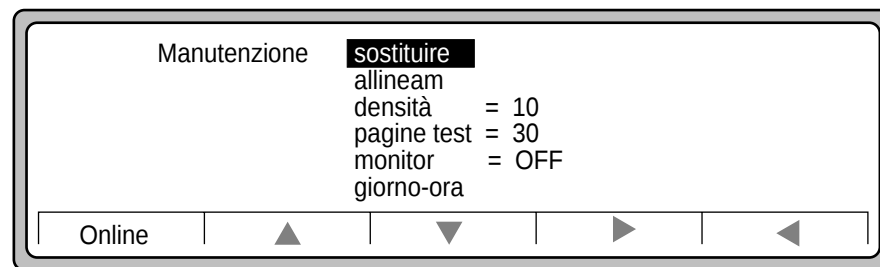

Figura 4-10 Opzioni di Manutenzione
3. Usare ► per visualizzare le opzioni di Manutenzione, come mostrato nella Figura 4-10.